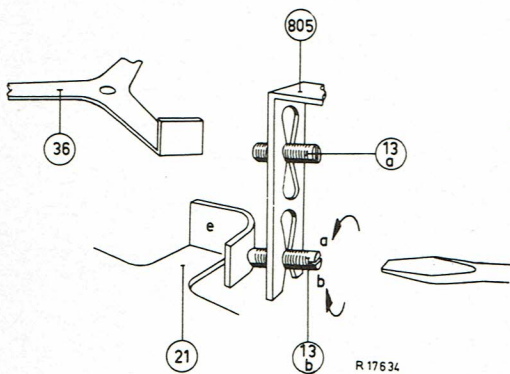

Fig. 7
16. La vis de réglage 13b doit être réglée de telle façon qu'en position "arrêt" de la goupille de commutation 21f, il n'y a juste pas de jeu perceptible dans le bras lecteur (fig. 7).